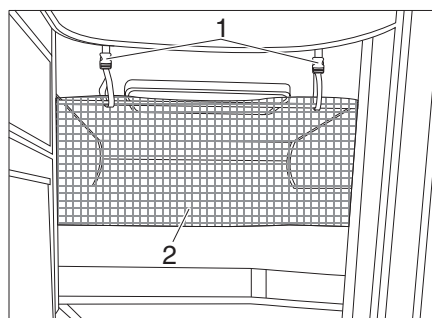

Fig. 56 Rete protettiva
La rete protettiva (Fig. 56, 2) è stivata sui modelli di serie tra il materasso e il telaio portamaterasso. Fissare la rete protettiva soltanto dopo che la persona si è già stesa nel letto.
- Fare innestare i nastri di sostegno (Fig. 56, 1) nei supporti sul soffitto.